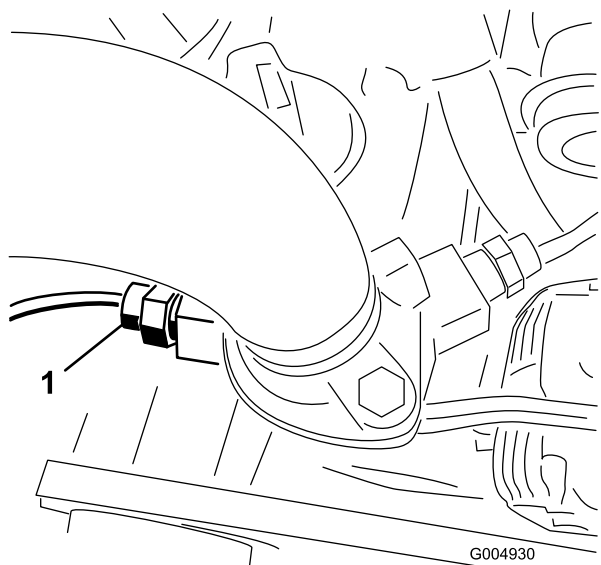

Figure 21
16. Débranchez le fil et déposez le thermocontact du côté gauche du boîtier de thermostat du moteur (Figure 21). Mettez le thermocontact au rebut.